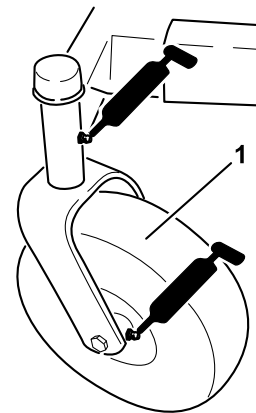
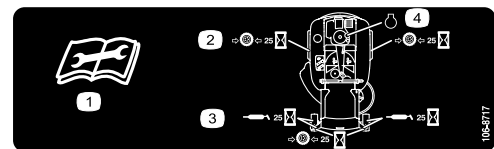

Figure 23
Figure 24
3. Nettoyez les graisseurs (Figure 23 et Figure 24) à l'aide d'un chiffon. Grattez la peinture qui pourrait se trouver sur les graisseurs.
4. Raccordez une pompe à graisse à chaque graisseur (Figure 23 et Figure 24). Injectez de la graisse dans les graisseurs jusqu'à ce qu'elle commence à sortir des roulements.